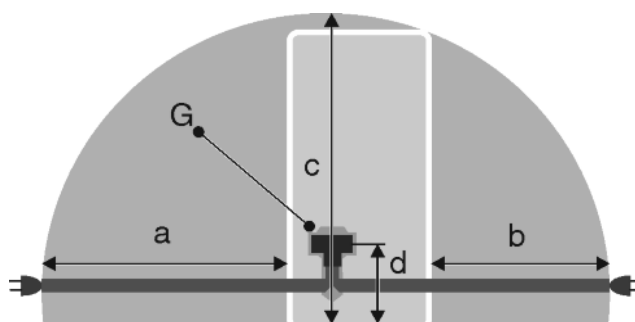

Fig. 25
- La prise de courant est en dehors de la zone postérieure de l'appareil dans la zone concernée. *Fig. 25 (a, b, c)*
- ▶ Introduire la la fiche de l'appareil *Fig. 25 (G)* au dos de l'appareil. Veiller à ce qu'elle s'introduise correctement.